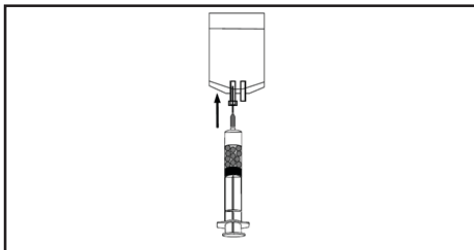

Figure 7.
- 1.4 Tout en gardant la seringue bien droite et en s'assurant de ne pas perturber les microsphères déposées, fixer une aiguille à filtre stérile à la seringue de produit. Insérer l'aiguille à filtre dans un récipient à déchets. L'aiguille orientée vers le haut, laisser une faible quantité (maximum 1 ml) de solution dans la seringue de produit. Ne pas laisser une couche fine de solution de transport par-dessus les microsphères, cela comprimerait les microsphères. (Figure 7)